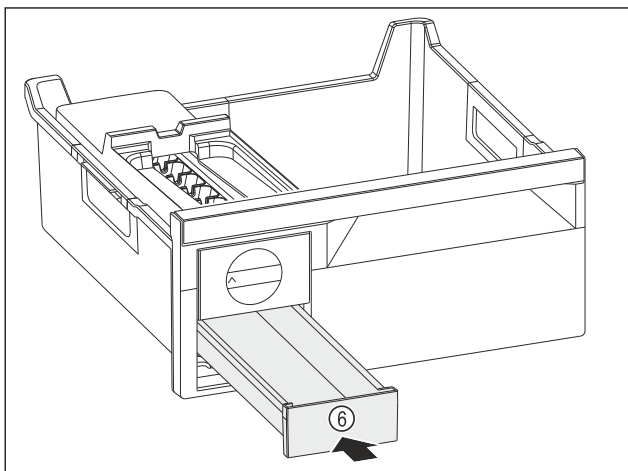

Fig. 150
- ▶ Zasuňte zásuvku na kocky ľadu Fig. 150 (6).